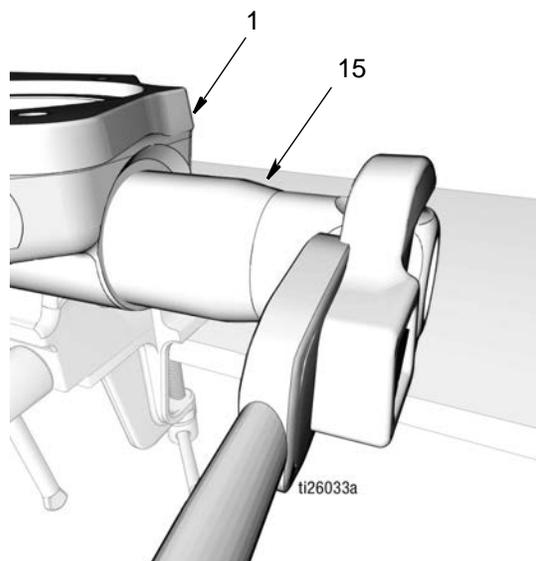

图 43
- c. 将出口止回阀 (15) 拧入泵底座 (1) (图 43)。拧紧。用 50-55 磅英尺 (67.8-74.5 N•m) 的扭力拧紧。